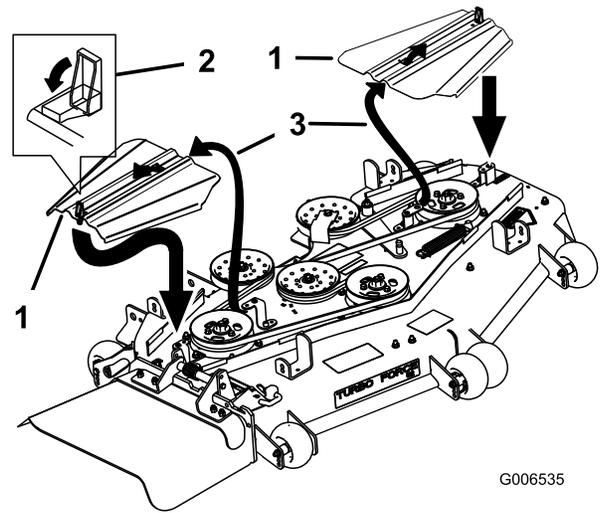

Figura 58
12. Instale las cubiertas de las correas deslizando la cubierta sobre la pestaña, instale los pernos y cierre los enganches (Figura 58).